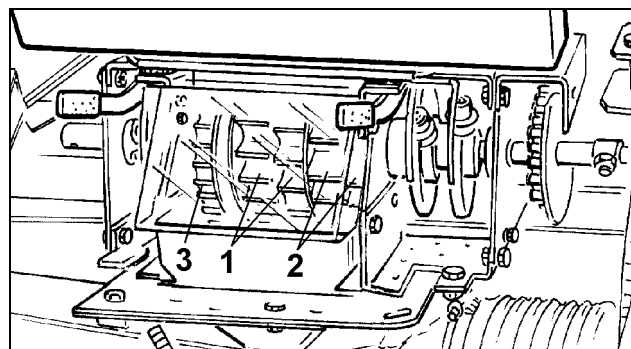

Fig. 59
- una rueda principal de siembra de color blanco (Fig. 59/1)
- una rueda principal de siembra de color anaranjado (Fig. 59/2)
- una rueda de siembra fina de color rojinegro (Fig. 59/3).